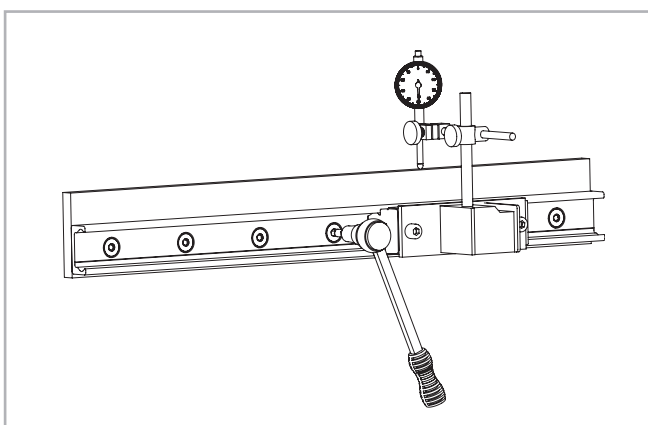

Fig. 103
(2) Montez un comparateur sur le patin de manière à pouvoir mesurer le décalage du rail par rapport à une ligne de référence. Mettez à présent le patin en place au centre du rail et réglez le comparateur sur zéro. Déplacez le patin de respectivement deux trous vers l'avant et vers l'arrière tout en ajustant soigneusement le rail. Serrez ensuite les trois vis situées au milieu de cette zone au couple de serrage prescrit, voir fig. 103.
(3) Positionnez maintenant le patin à l'une des extrémités du rail et ajustez avec précaution le rail à la valeur zéro du comparateur.